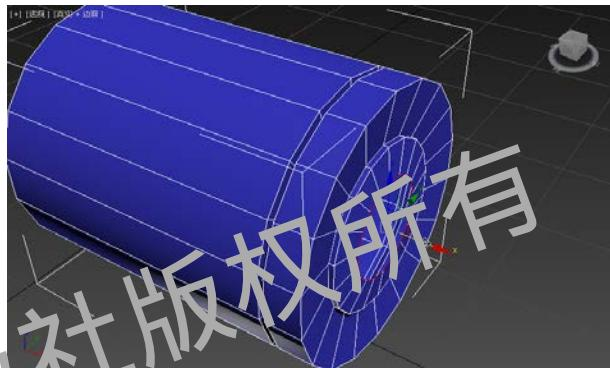

图 3-1-12 移动边界 (2)
**STEP 12** 使用【选择并移动】工具，将视图中的边界沿 Z 轴向外移动，如图 3-1-12 所示。